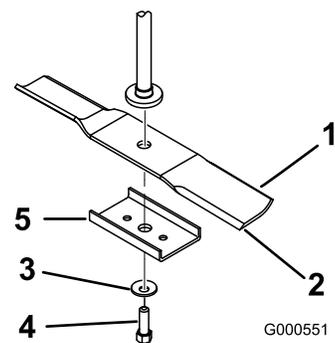
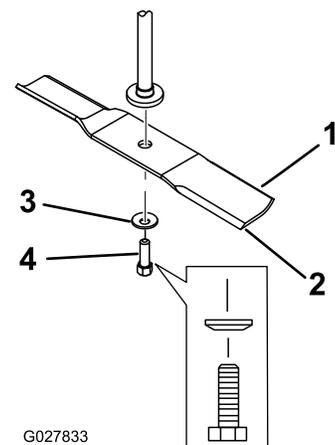

Figura 52
Figura 53
2. Retire el refuerzo de la cuchilla (carcasas de 81 cm solamente), el perno de la cuchilla, la arandela curva y la cuchilla del eje (Figura 52 y Figura 53).
1. Instale la cuchilla en el eje (Figura 53).
2. Instale el refuerzo de la cuchilla (modelos de 81 cm solamente), la arandela curva (con la copa hacia la cuchilla) y el perno de la cuchilla (Figura 53).